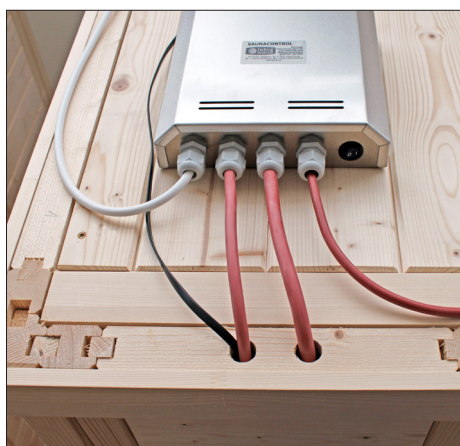

Abb. 8
- III. Das schwarze Verbindungskabel des Bedienteils mit einer Einzugshilfe durch den Kabelkanal der Sauna auf das Dach führen (Abb. 8).
- III. Das schwarze Verbindungskabel des Bedienteils mit einer Einzugschilfe durch den Kabelkanal der Sauna auf das Dach führen (Abb. 8).